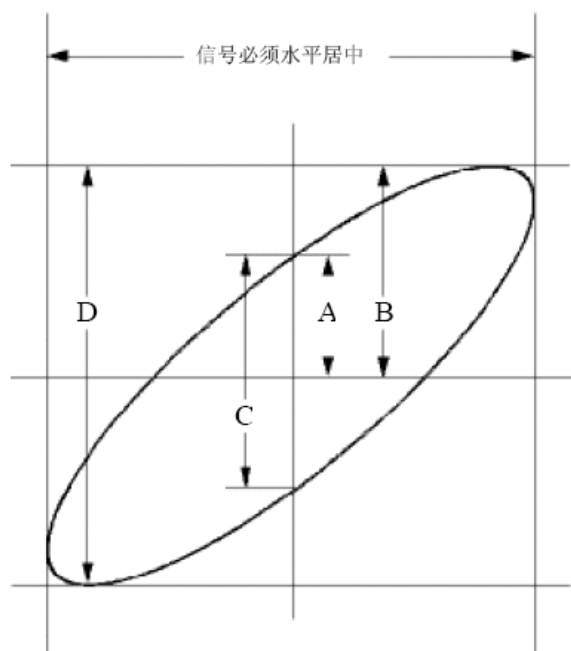

图 7-6: 李沙育 (Lissajous) 图形
- (1) 将探头菜单衰减系数设定为 10X，并将探头上的开关设定为 10X（参见P13 的“如何进行探头衰减系数设定”）。
- (2) 将通道1的探头连接至网络的输入，将通道2的探头连接至网络的输出。
- (3) 通过 **CH1键** ~ **CH4键** 打开CH1和CH2，关闭CH3和CH4。
- (4) 按下 **自动设置** 按键，示波器把两个通道的信号打开并显示在屏幕中。
- (5) 调整 **垂直 伏/格** 旋钮使两路信号显示的幅值大约相等。
- (6) 按 **采样** 按键，屏幕下方显示菜单。
- (7) 选择切换 **XY模式** 为 **开启**。
- (8) 示波器将以李沙育（Lissajous）图形模式显示网络的输入输出特征。
- (9) 调整 **垂直 伏/格**、**垂直位置** 旋钮使波形达到最佳效果。
- (10) 应用椭圆示波图形法观测并计算出相位差。见图 7-6。